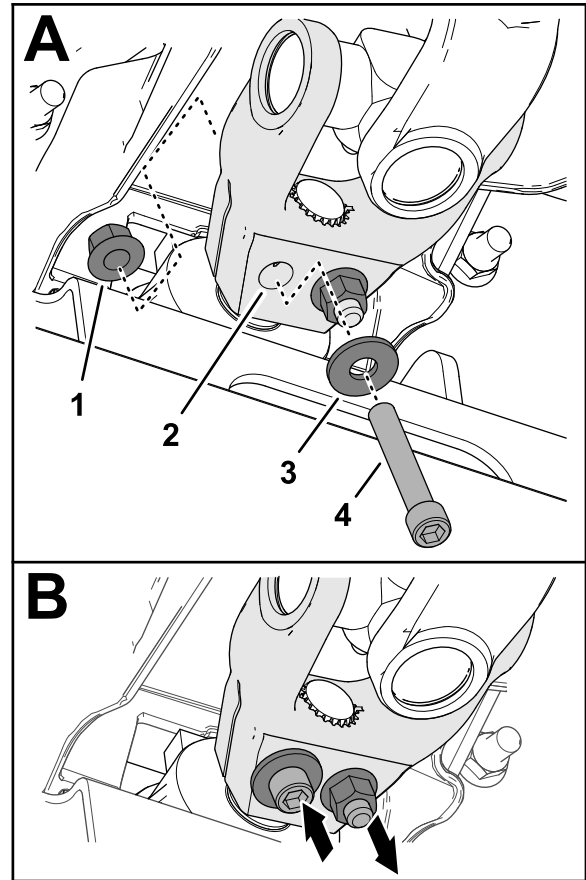

Figura 17
- Introduzca un tornillo Allen ($\frac{3}{8}$ " x $2\frac{1}{4}$ " con una arandela ($\frac{3}{8}$ " por el orificio de la horquilla del árbol de transmisión (Figura 17), y sujete el tornillo con una contratuerca con arandela prensada ($\frac{3}{8}$ ").
- Introduzca un tornillo Allen ($\frac{3}{8}$ " x $2\frac{1}{4}$ " con una arandela ($\frac{3}{8}$ " por el orificio de la horquilla del árbol de transmisión desde el otro lado (Figura 17), y sujete el tornillo con una contratuerca con arandela prensada ($\frac{3}{8}$ ").